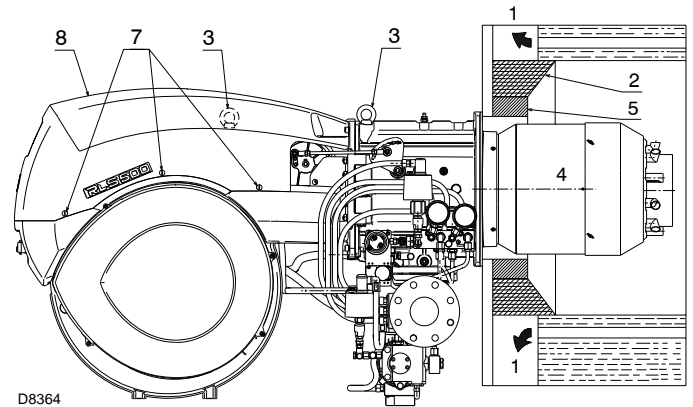

Abb. 10
Für Heizkessel mit vorderem Abgasumlauf 1)(Abb. 10), oder mit Flammenumkehrkammer muß eine Schutzschicht aus feuerfestem Material des Kessels 2) zwischen feuerfestem Material des Kessels 2) und Flammrohr 4) ausgeführt werden.
Für die Kessel mit wassergekühlter Frontseite ist die Verkleidung mit feuerfestem Material 2)-5)(Abb. 10), nicht notwendig, sofern nicht ausdrücklich vom Kesselhersteller erfordert.
Ein passendes Hebesystem vorbereiten und an den Ringen 3)(Abb. 10) einhängen.
- Den mitgelieferten Wärmeschutz am Flammrohr 4)(Abb. 10) einstecken.